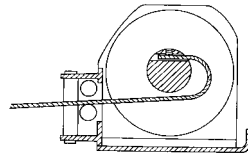

Figura 18
- EQUIPAR EL CABRESTANTE CON UNA GUÍA DE ENTRADA CON RODILLOS reduce sustancialmente el desgaste del cable durante sesiones de tirado en ángulo (Figura 18). Los rodillos eliminan el roce pesado y las abrasiones sufridas por el cable.